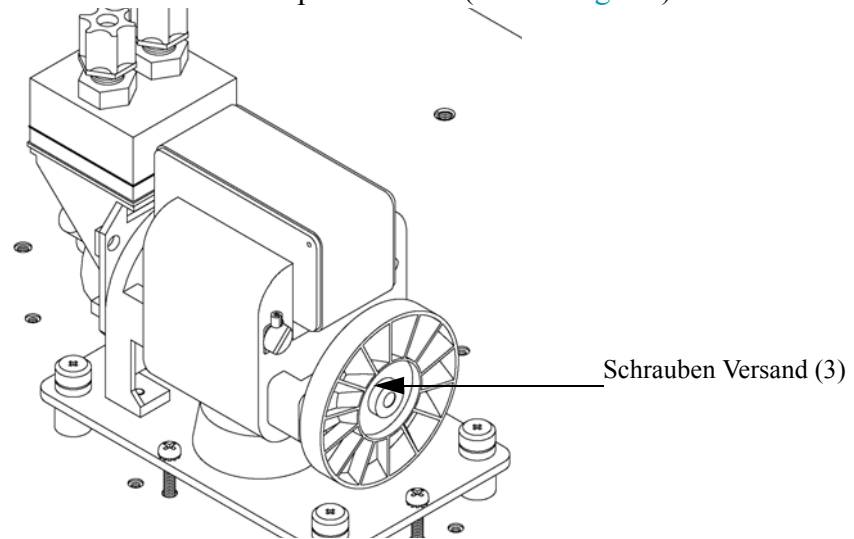

Abbildung 2-3. Fixierschrauben für Versand
3. Entfernen Sie die 3 Schrauben, die zur Befestigung des Gerätes während des Transports dienen (Abbildung 2-3).